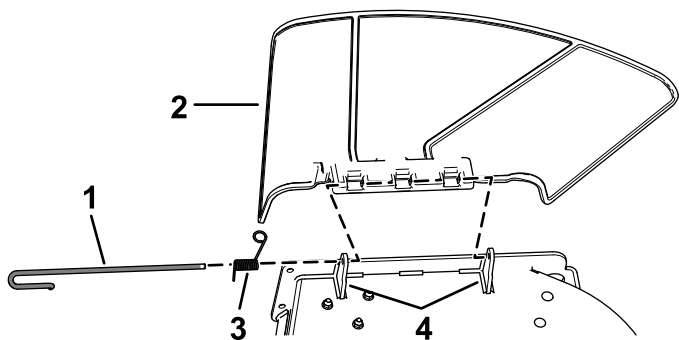

Figure 68
- Désengagez le ressort du cran dans le support de déflecteur et sortez la tige des supports soudés du tablier, du ressort et du déflecteur d'éjection (Figure 68).